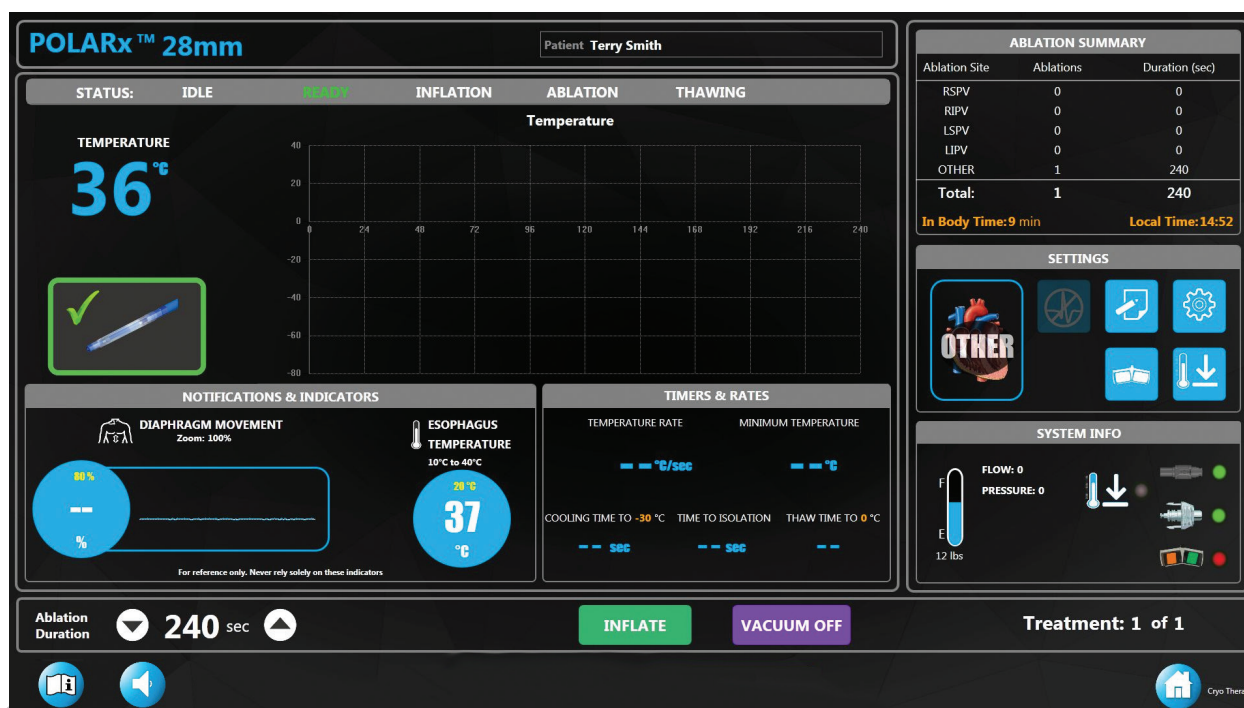
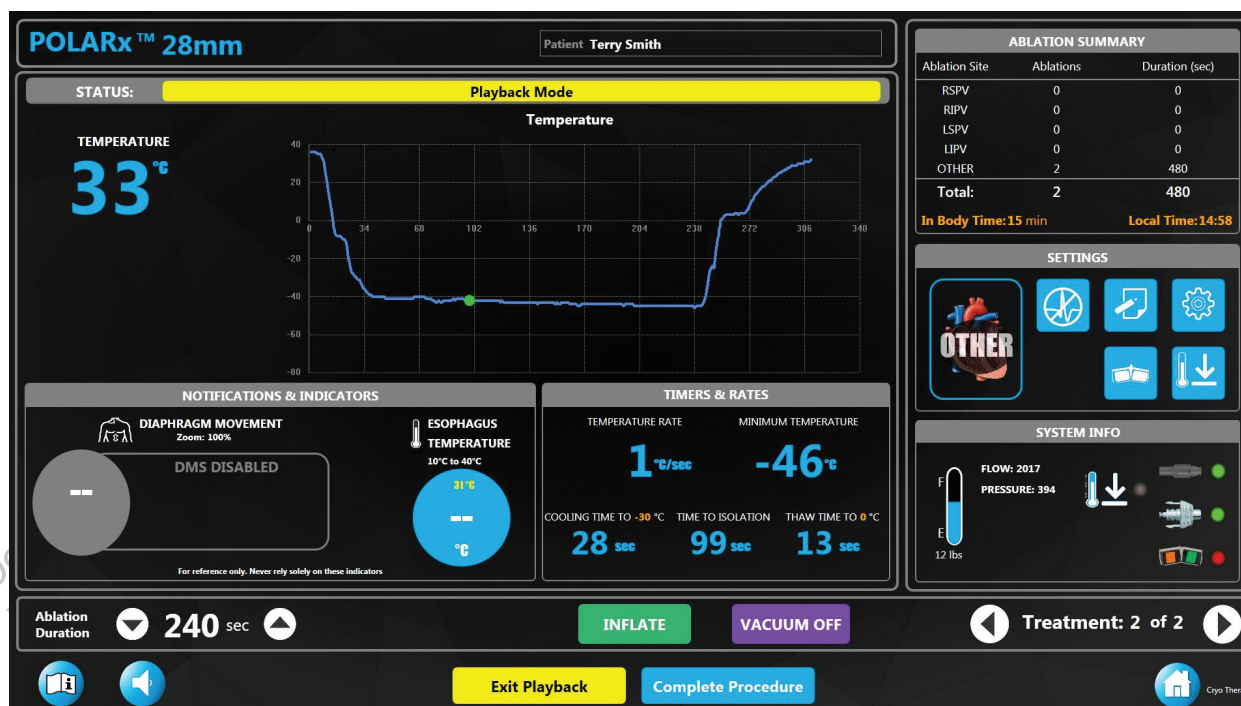

Figura 15. Stato READY (Pronto)
Figura 16. Modalità di riproduzione
- Viene visualizzato il pulsante PLAYBACK (Riproduzione) che consente di rivedere i dati delle precedenti ablazioni. Premere il pulsante PLAYBACK (Riproduzione) per accedere alla modalità Playback (Riproduzione), mostrata nella Figura 16.
- Utilizzare le frecce Treatment (Trattamento) (Figura 16) per visualizzare i dati dei trattamenti precedenti nell'ambito della procedura attuale.
1. Al termine del trattamento, premere il pulsante Complete Procedure (Procedura completata) nella schermata Therapy (Terapia) (Figura 15) o nella schermata Playback (Riproduzione) (Figura 16).